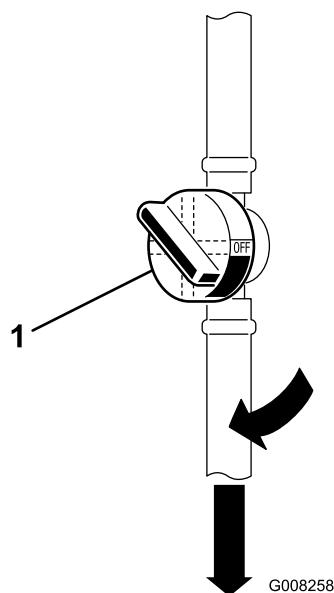

図 8
1. 燃料タンクとエンジンにある燃料バルブ 図 8 を開く。